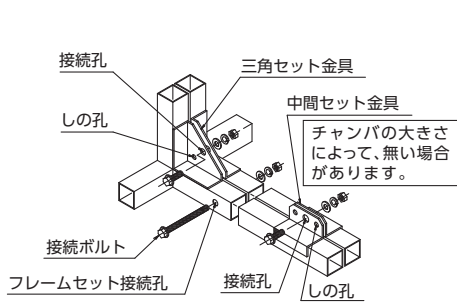

図 4-1 フレームセット例
- ・“しの”などを使用して接続ボルト孔位置を合わせてください。この時、図に示すような『三角セット金具』や『中間セット金具』が付いている場合は、『しの孔』を利用して穴位置を合わせてください。(図4-1 参照)
- ・接続ボルトを用いてチャンバ同士を締結してください。この時、『三角セット金具』や『中間セット金具』が付いている場合、先に『三角セット金具』及び『中間セット金具』部分を接続し、その後フレーム間を接続してください。(図4-1 参照)